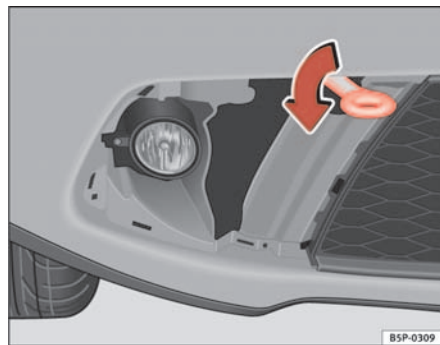

Fig. 204 Avvitamento del gancio di traino
- Avvitare l'occhiello fino in fondo verso *sinistra*, nel senso indicato dalla freccia ⇒ fig. 204.